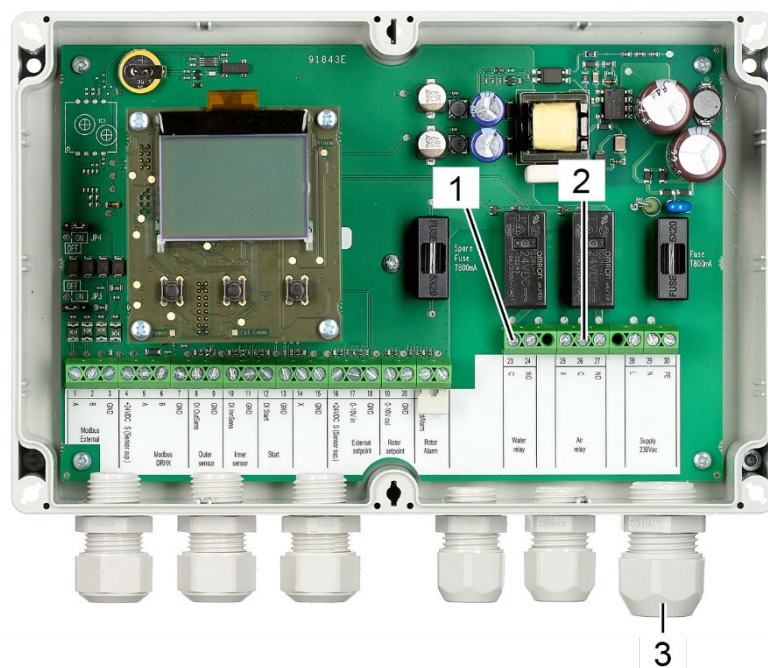

Abbildung 89: Terminals für das Relais und die Stromversorgung des Ventils
21. Führen Sie ein 230-V-Netzkabel durch die Kabelbuchse (Abbildung 89/3).
23. Verbinden Sie die Terminals 23 (Abbildung 89/1) und 26 (Abbildung 89/2) der Rotorreinigersteuerung mit der Kabelklemme, an der die L-Leitung des 230-V-Stromversorgungskabels angeschlossen ist.